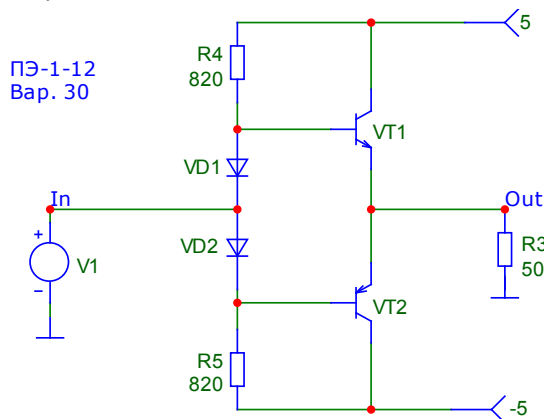

Рисунок 1.1 – Схема простейшего двухтактного усилителя мощности
1.1. Собрать или загрузить из файла схему двухтактного усилителя мощности (рис. 1.1). Указать в поле схемы группу и номер варианта (номер в журнале посещаемости).